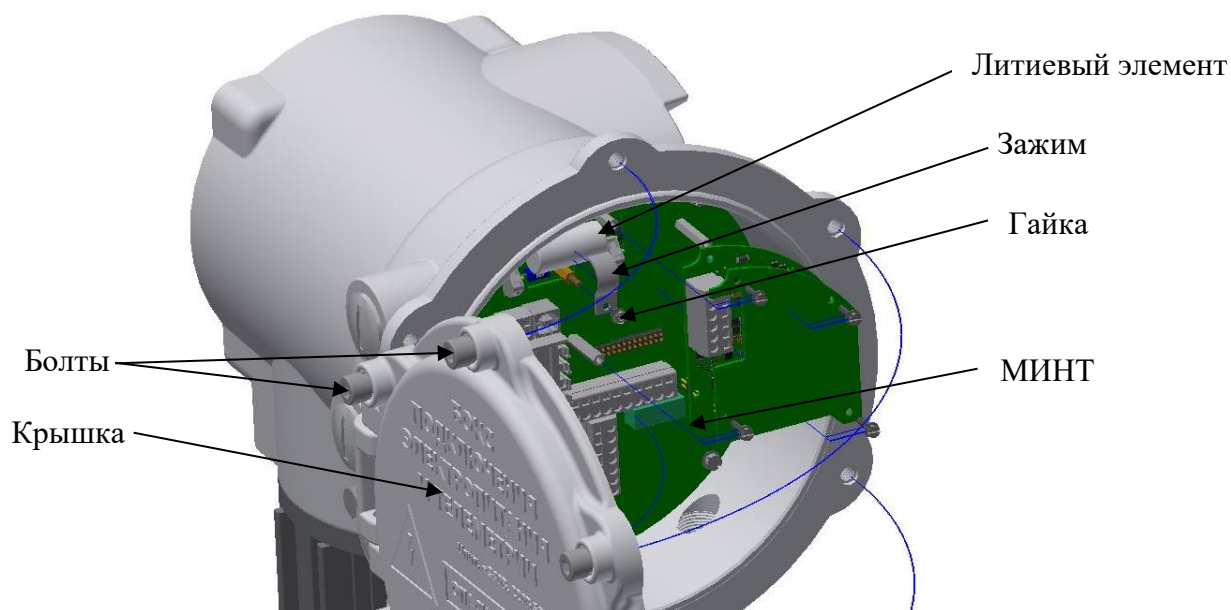

Рисунок 22 – Замена литиевого элемента РэмТЭК
- открутить гайку, которая удерживает зажим (рис. 22);